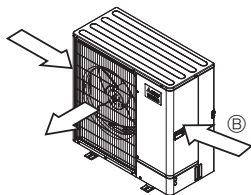

Fig. 2-4
- ③ Anbring om muligt enheden således, at luftudblæsningen blæser vinkelret på den fremherskende vindretning. (Fig. 2-4)